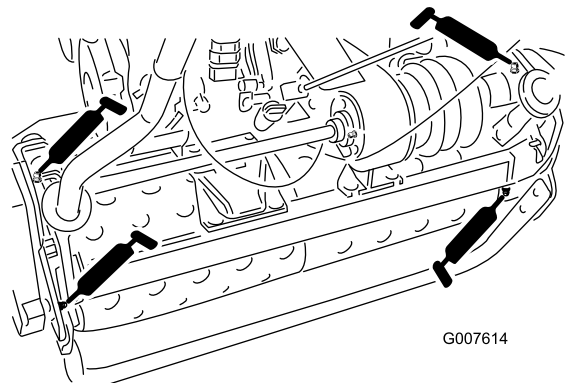

Figura 15
- 2 en los ejes del tambor (Figura 15)
- 3 en el diferencial (Figura 15)